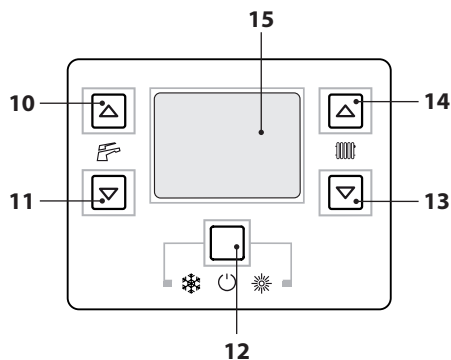
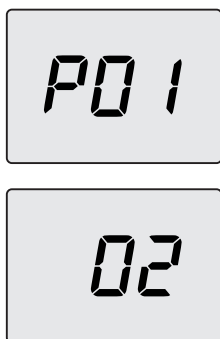
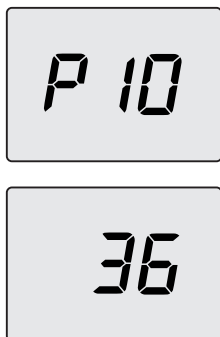

Figura 5.41
Figura 5.42
Figura 5.43
- Entre en la "modalidad de programación" pulsando simultáneamente durante 10 segundos los botones 12-13-14 (Figura 5.41) hasta que aparezcan en el display LCD las letras **P01** que se alternan con el valor del parámetro, indicando que se ha entrado en el "parámetro 01" (Figura 5.42).
- Desplace los parámetros mediante los botones 13 o 14 hasta que aparezcan en el display LCD las letras **P10** que se alternan con el valor del parámetro, indicando que se ha entrado en el "parámetro 10" (Figura 5.43).
- Pulsando el botón 12 (Figura 5.41) se confirma el valor introducido.
- Pulsando simultáneamente los botones 12 y 13 (Figura 5.41) se sale sin modificar el valor (se vuelve a la lista de parámetros Figura 5.43)
- Pulsando simultáneamente durante 10 segundos los botones 12-13-14 (Figura 5.41) se sale de la "modalidad de programación".